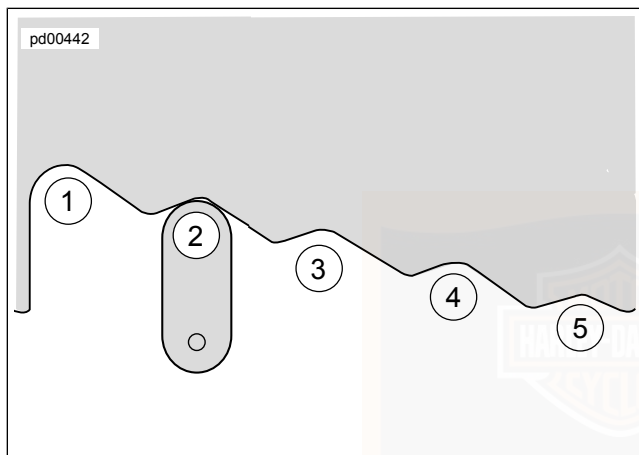

Abbildung 14. Nockenpositionen für Stoßdämpfervorspannung (typisch)
** Siehe Abbildung 14 für Vorspannungspositionen.